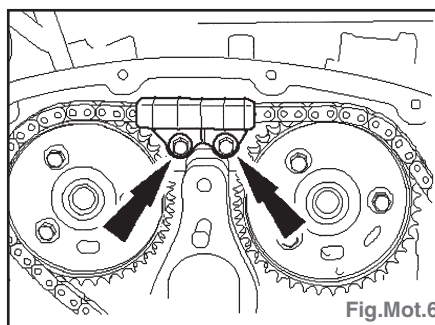

Fig.Mot.6
- Déposer le guide supérieur de chaîne de distribution (Fig.Mot.6).
- Poser le guide supérieur de chaîne de distribution (Fig.Mot.6).